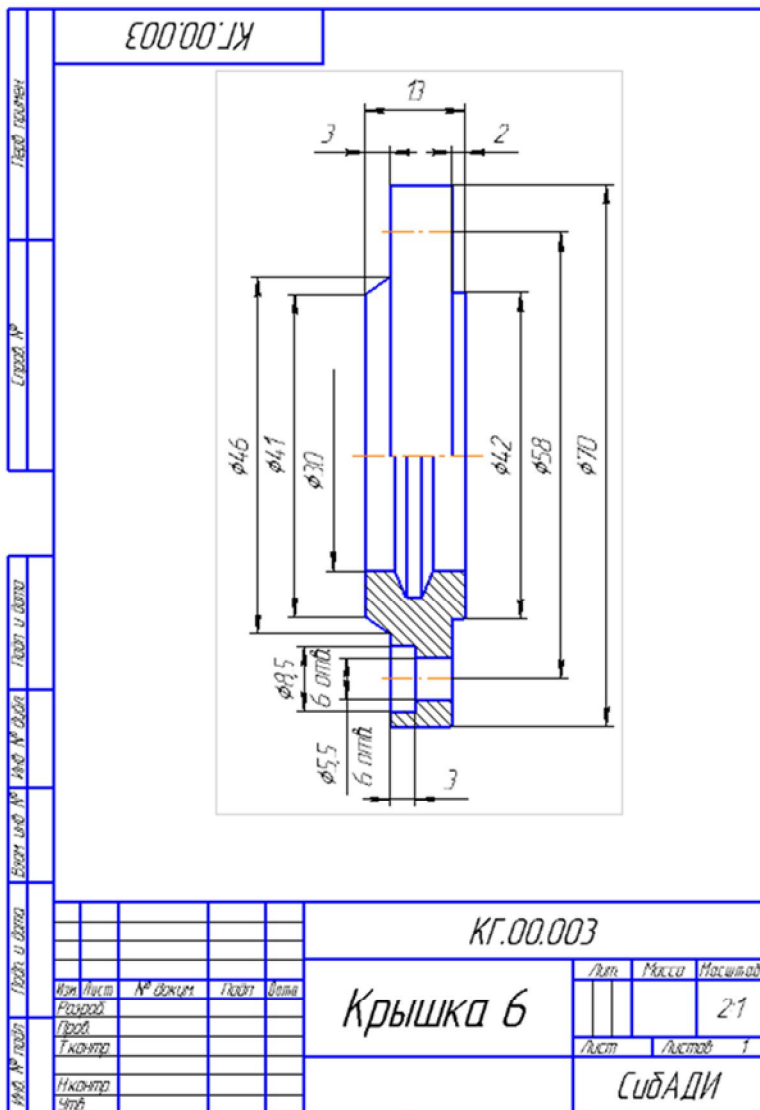

Рис. 4.14. Рабочий чертеж «Крышка б»
- Откройте рабочий чертеж «Крышка 6», который находится в папке «... \Рабочие чертежи\ Крышка 6 _ КГ.00.003» (рис. 4.14).